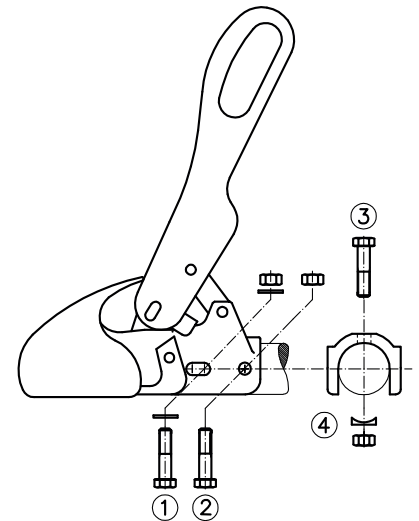

Bild 3: Anschluss
Die Zugkugelkupplungen WS 3000-H/L/LB sind spezielle Ausführungen für Auflaufbremsen und werden mit Kreuzverschraubung (1)+(3) und dem Lochabstand **40 mm** montiert. (Bild 3) Das Befestigungsmaterial gehört nicht zum Lieferumfang.
2.2 Wird die Zugkugelkupplung WS 3000/3500 als Ersatz für einen anderen Kupplungstyp eingesetzt, so ist bei Auflaufeinrichtungen darauf zu achten, daß der Stoßdämpfer wieder vorschriftsmäßig montiert und evtl. im Zugrohr vorhandene Distanzrohre korrekt aufgefädelt werden. Als Hilfsmittel bei der WS 3000-D bitte die mitgelieferten Bolzen Ø 12x34 mm oder Ø 12x49 mm je nach Deichseldurchmesser verwenden. Bei der WS 3500-D Ø 14x63 mm. Bolzen als Durchschlag bei der Demontage der Befestigungsschraube (2) oder (3) (Bild 3) je nach Befestigungsart des Stoßdämpfers verwenden und während der Montage/ Demontage der Zugkugelkupplung zur Zentrierung des Stoßdämpfers im Zugrohr stecken lassen. Beim Durchstecken der neuen Befestigungsschraube, Bolzen wieder entfernen.